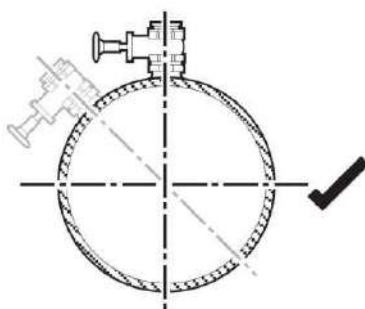

Рисунок 9. Правильное положение
- б) снимите установочную деталь (резьба под сварку) с ПП и надежно приварите (рисунок 9 и 10) её к подготовленному месту установки расходомера. Убедитесь, что её нижний край находится в одном сечении с внутренней поверхностью трубопровода и не протекает;